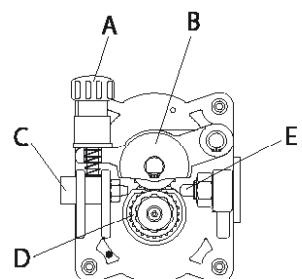

FIG. 6
- Afrouxe e baixe o botão plástico (A) e solte a alavanca de pressão do arame (B) (Fig.6). Extraia os eventuais resíduos de arame da bainha (E).
- Solte o arame da bobina e mantenha-o apertado com dois alicates, de modo que não possa desenrolar-se. Se necessário, endireite-o antes de o inserir na guia de entrada (C) do arame. Insira o arame fazendo-o passar sobre o rolo inferior (D) e na bainha (E).
- Abra o painel lateral. Afrouxe e baixe o botão plástico (A) e solte a alavanca de pressão do arame (B) (Fig.6). Corte o arame (desde que já tenha sido carregado) mantendo-o sempre preso com os alicates, de modo que não se desenrole, e fixe-o no furo apropriado na roda dentada. Afrouxe o bico e remova o cabeçote da tocha e, com dois alicates, remova o arame da bainha.